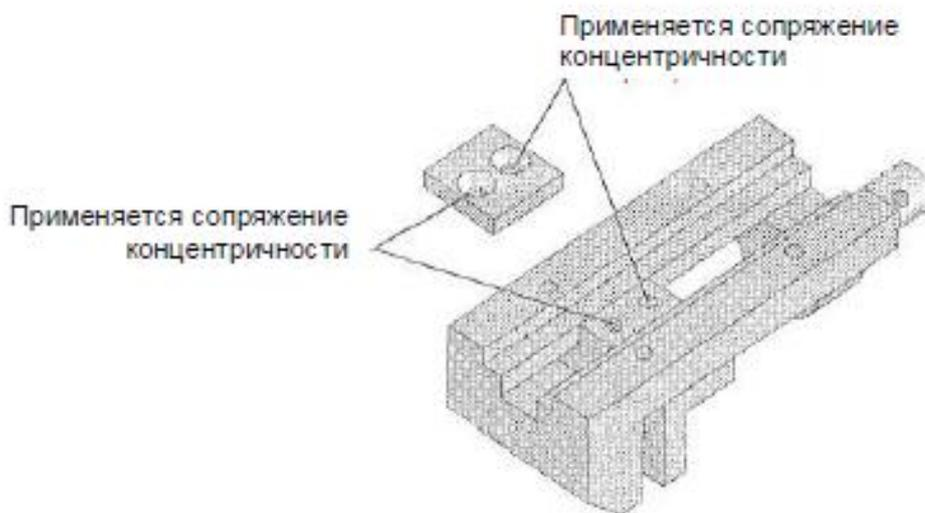

Рис. 5.25. Поверхности для создания сопряжения
4. Примените сопряжения Concentric (Концентричность) между двумя цилиндрическими поверхностями на зажимной планке и двумя отверстиями на губках тисков в соответствии с рис. 5.25. Возможно, вам придется переместить зажимную планку после применения первого сопряжения.